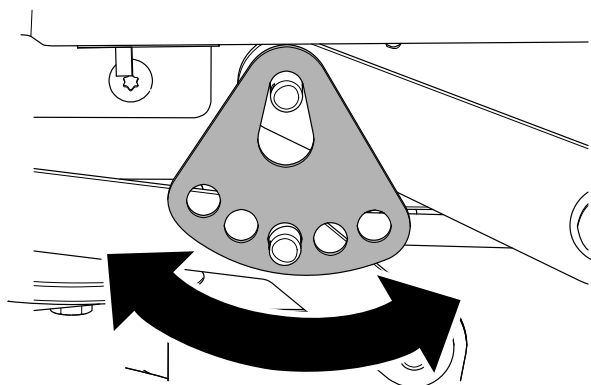

Figura 70
7. Gire la pletina de altura de corte hasta un orificio diferente, de modo que sostenga el peso de la carcasa del cortacésped después de instalar la pletina (Figura 70).
8. Instale la arandela y la chaveta (Figura 70).